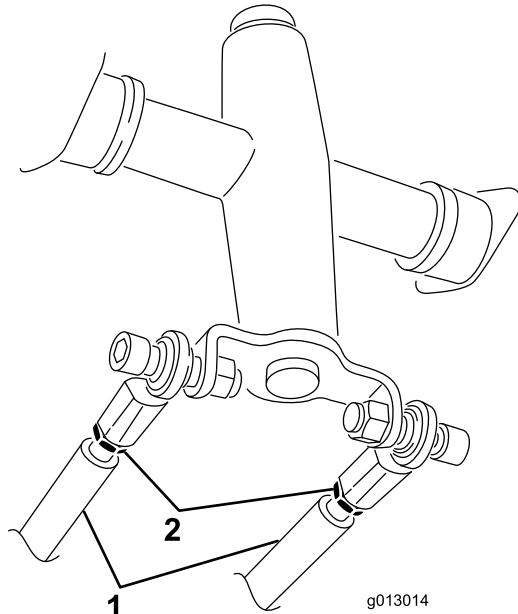

Figura 58
3. Allentate i controdadi situati sulle aste di trazione, al di sotto della plancia (Figura 58).